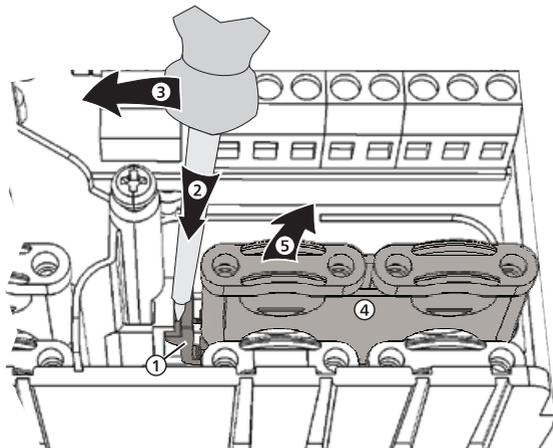

Fig. 5: Rimozione del ponticello destro
1. Posizionare il cacciavite ② al ponticello destro tra la scatola e il morsetto a molla ① (Fig. 5).
2. Premere il cacciavite con cautela verso sinistra ③. Sollevare a destra il morsetto a molla ① fino a sbloccare il ponticello ④.
3. Con la mano libera togliere il ponticello sollevandolo verso l'altro ⑤.